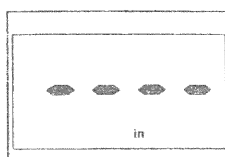

図 2-22
- ダッシュ (-----) が表示されます。(図 2-22)